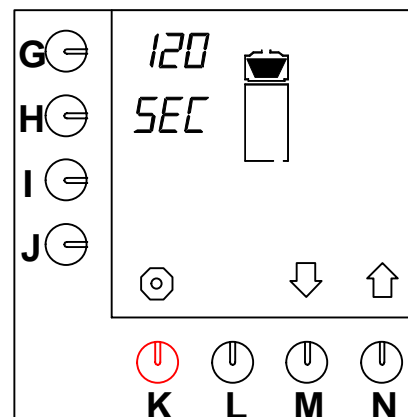

Abb. 36 Nachtropfzeit
- Drücken Sie auf die Wahltaste (N.)↑, bis Abb.36 im Display erscheint.